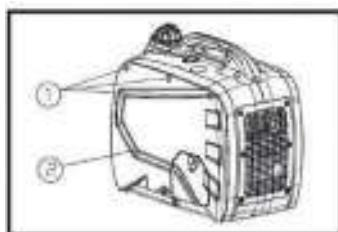

Рис. 27
2. Отверните винты крепления 1 (рис. 19) и снимите боковую крышу корпуса 2 (Рис. 27).